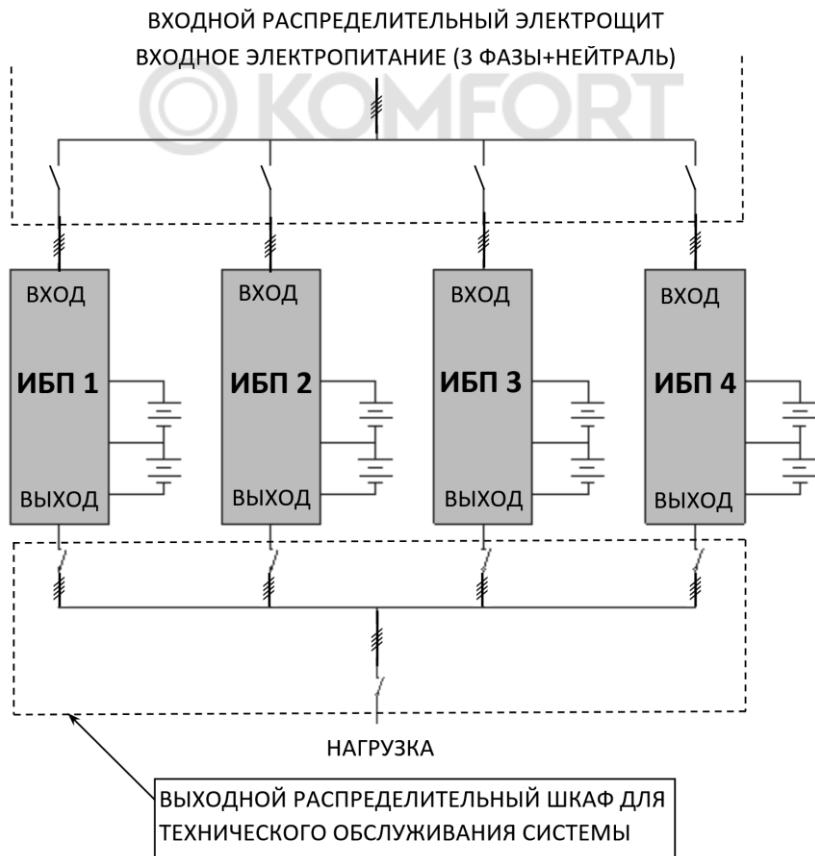
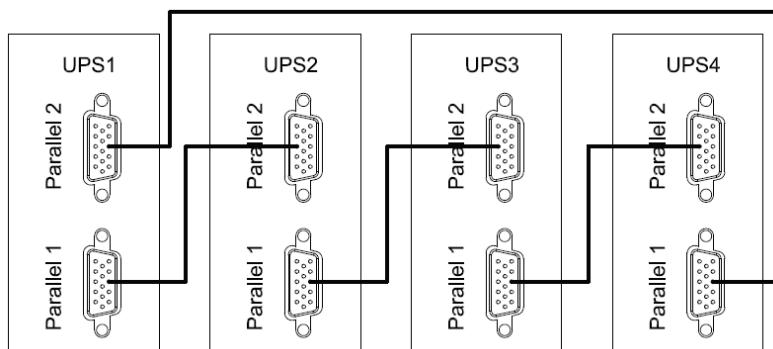

Рисунок 24 — Пример схемы подключения четырех изделий в систему параллельного резервирования с выходным распределительным шкафом.
Рисунок 25 — Схема соединения изделий в «кольцо» через параллельные порты.
Изделие имеет встроенный параллельный контроллер и может работать в системе бесперебойного питания с параллельным резервированием (см. рисунок 24 и рисунок 25). Целью такой системы является либо повышение надежности (резервирование), либо увеличение общей выходной мощности (масштабирование). При исправности всех соединенных параллельно изделий (от двух до четырех) нагрузка равномерно распределяется между ними, а в случае выхода из строя одного из изделий — перераспределяется между исправными изделиями, неисправное изделие отключается от системы.
<p style="text-align: center;">ВНИМАНИЕ!</p> <p>Установите дополнительные внешние выходные выключатели (см. рисунок 24) между выходными клеммами каждого изделия и общими шинами, тщательно соблюдая фазировку.</p>
- отключите входное сетевое питание каждого изделия. Убедитесь в том, что все внешние выключатели разомкнуты (см. рисунок 24);